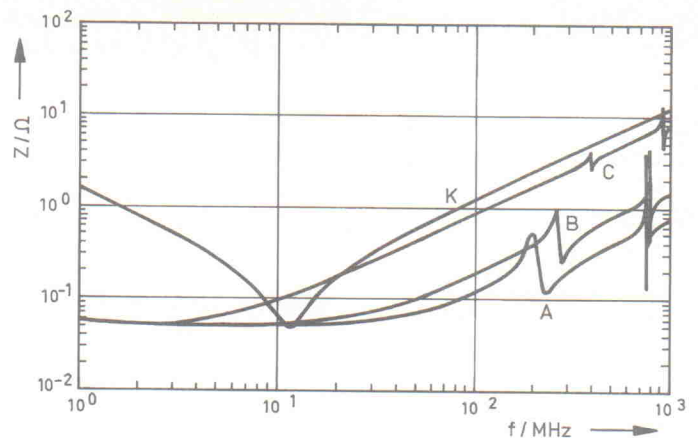

Bild 13. Impedanz der Testleiterplatte, mit 48 Abblockkondensatoren (100 nF) bestückt. Versionen A, B und C im Vergleich zu einem Kondensator (K).
- Die zweite Serienresonanz entsteht durch die erste Reflexion am Leiterplattenrand. Ihre Frequenz läßt sich aus der ersten Nullstelle von Gleichung (1) berechnen: $\omega a/v_{ph} = 2,4$. Für ein Leiterplattenmaterial mit $\epsilon_r = 4$ und der Leiterplattenlänge $l = 2a$ (in m) wird die Frequenz (in MHz) $f = 115/l$. Die berechnete Frequenz verschiebt sich aber durch die Anschlußinduktivitäten der Abblockkondensatoren und des abzublockenden ICs zu tieferen Frequenzen. Und zwar um so mehr, je größer die Kapazität pro Leiterplattenfläche ist (Bild 13).
Bild 11 und 12 zeigen auch, daß im Frequenzbereich oberhalb der 2. Serienresonanz (bei Abmessungen der Testleiterplatte über ca. 200 MHz) die Impedanz des Abblocksystems unabhängig von den Werten der Abblockkondensatoren ist, sie ist nur noch von der Impedanz der Leiterplatte selbst und ihrem Lagenaufbau abhängig. In Bild 13 erkennt man den großen Einfluß eines verbesserten Lagenaufbaus auf die Verringerung der Impedanz schon von der ersten Serienresonanz an; sie beträgt bei der Version A gegenüber der Version C schon bei 10 MHz 10 dB und ab 100 MHz etwa 20 dB. Die zweite Serienresonanz wird mit verbessertem Lagenaufbau zu tieferen Frequenzen hin verschoben; dies ist sehr günstig: es begrenzt den von den Kondensatoren abzudeckenden Frequenzbereich nach oben.